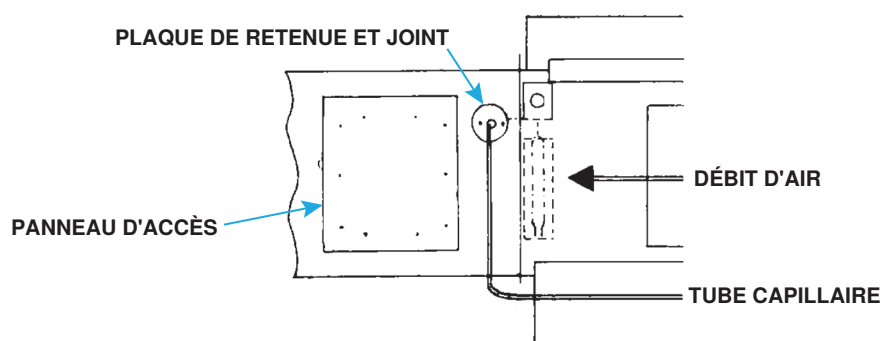

Figure 12. Installation du capteur capillaire
- (2) À l'emplacement de conduit sélectionné, marquez et découpez un trou de 1/2 pouce qui sera scellé avec un joint et une plaque de retenue (voir Figure 12). Insérez le capteur et le tube capillaire dans le trou.
- (3) Retirez le panneau d'accès aux conduits (voir Figure 12) et installez le capteur dans le support du capteur de manière à ce qu'il détecte la température de l'air lorsqu'il circule à travers les trous du support.
- (4) Placez le support du capteur et l'ensemble de la boîte de jonction à l'intérieur du conduit de manière à ce que le capteur soit protégé du flux d'air direct et fixez la boîte de jonction au conduit à l'aide de quatre vis à tôle #6 fournies sur site.
- (5) Faites glisser le joint (fente coupée) et la plaque de retenue du trou sur le tube capillaire. Avec le joint à côté des conduits, installez la plaque de retenue des trous et fixez-la à l'aide des vis à tôle fournies sur place.
- (6) Fermez le panneau d'accès des conduits.